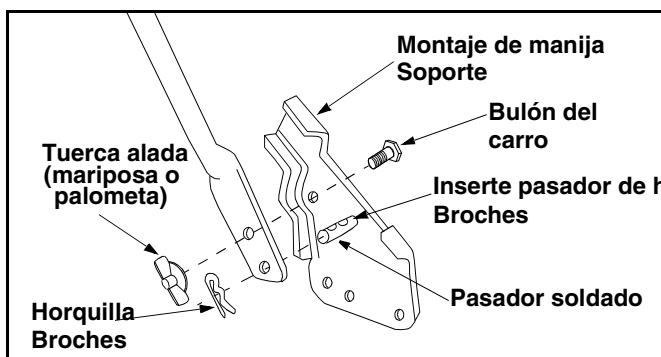

Figura 3
- Retire los pasadores de horquilla del orificio exterior en los pasadores soldados en las ménsulas de montaje de la manija. Use unas pinzas para apretar una pata de la manija inferior contra la ménsula de montaje de la manija. Inserte el pasador de horquilla en el agujero interno del pasador soldado. Repita por el otro lado. Ver Figura 3.